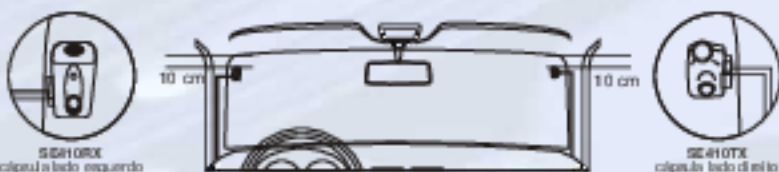

Figura 1. Posição do sensor de ultra-som no pára-brisa.
4. Limpe as regiões do pára-brisa onde serão fixados os sensores de ultra-som. Veja Figura 1. Destaque as respectivas fitas dupla-face da cartela e fixe-as no pára-brisa evitando a formação de bolhas. Passe os respectivos cabos e conecte os sensores. Retire as proteções das fitas adesivas e fixe os sensores sobre cada dupla-face.
6. Fixe os sensores de ultra-som, veja Figura 1, e ajuste a sensibilidade conforme descrito no item 14.
7. Conecte as saídas para travas elétricas conforme descrito no item 11.
8. Ligue o controle de som (fio-RX), conforme descrito no item 12 (somente alarme Cyber PX e FX).
9. Conecte todos os outros fios (sinais e potências) de acordo com o diagrama de instalação, item 10.